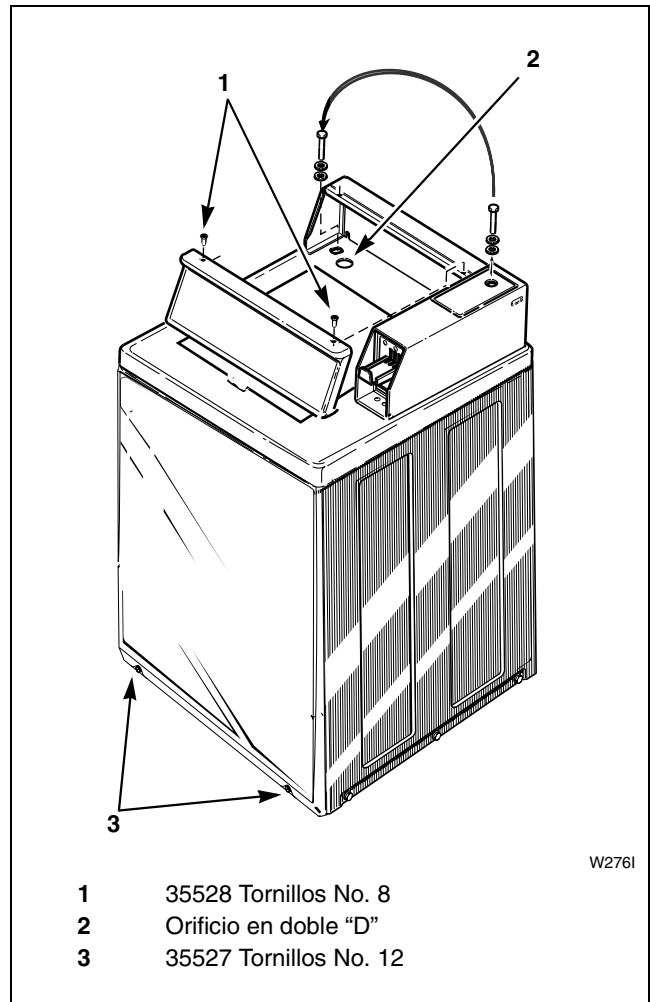

Figura 19
1. Quite el tornillo de cabeza Phillips de la puerta de servicio (consulte la *Figura 19*).
2. Quite los dos tornillos que sostienen el panel de control en la campana de control (consulte la *Figura 19*).
4. Inserte el tornillo de cabeza Phillips en el orificio en doble "D" ubicado en la esquina posterior izquierda de la parte superior del gabinete (en el interior de la campana de control) hasta que se enganche en la tuerca de retención ubicada en la cartela de la esquina posterior izquierda del gabinete (consulte la *Figura 19*).